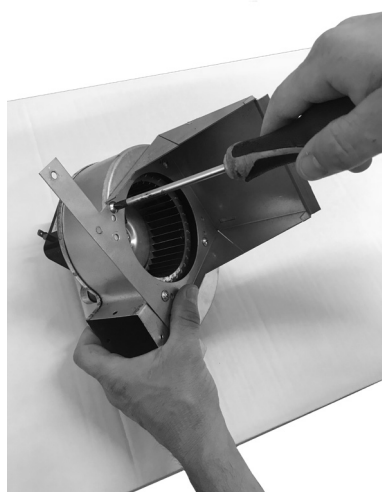
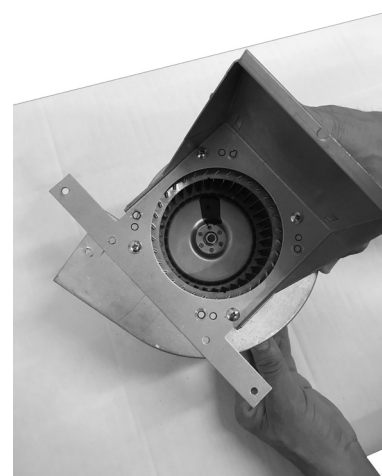

Fig. 48 - Enlever les vis
Fig. 49 - Tourner le ventilateur
- Dévisser les 4 vis (voir **Fig. 48**) et tourner le carter et revisser les vis dans la nouvelle position. Attention à la position des trous (voir **Fig. 49**).